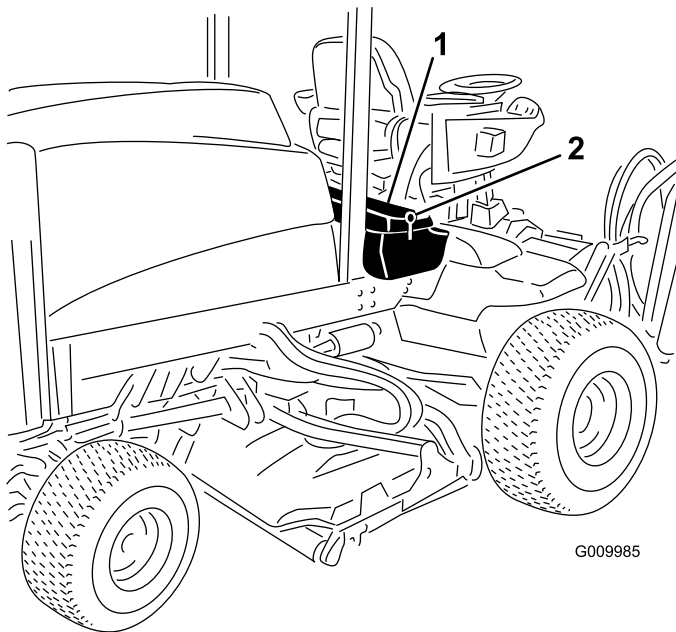

Bild 36
1. Entriegeln und heben Sie die Abdeckung der Bedienerkonsole hoch (Bild 36).